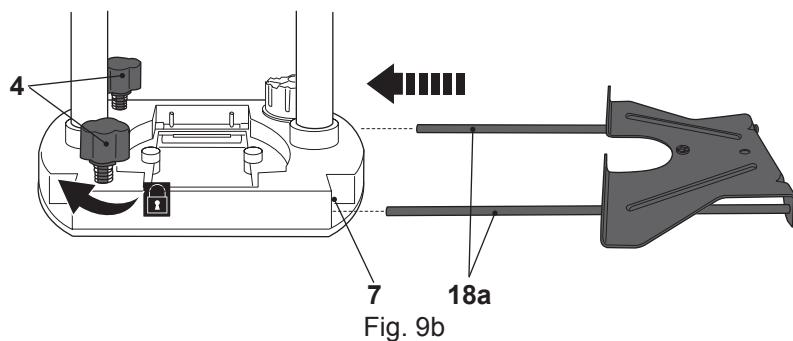

Fig. 9b
- > Deslice los extremos abiertos de las varillas (18 a) a través de los orificios en la base (7) (Fig. 9b).